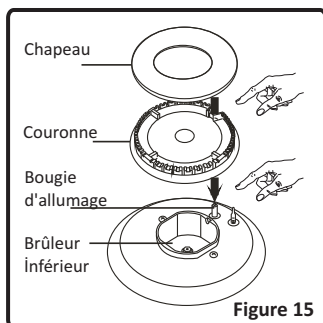

Figure 15
Après l'allumage, procédez à une vérification visuelle des flammes. Si vous voyez une pointe jaune, des flammes suspendues ou instables, fermez le robinet à gaz, et vérifiez si les chapeaux couronnes sont bien positionnés (fig.15). Attention, ces éléments sont très chauds, attendez qu'ils refroidissent pour éviter de vous brûler. Attention à ce qu'aucun liquide ne s'écoule à l'intérieur des brûleurs. Si des flammes s'échappent accidentellement du brûleur, fermez les robinets, aérez la cuisine avec de l'air frais, et attendez minimum 90 secondes avant de rallumer.
- Enlevez les grilles émaillées, les chapeaux de brûleurs et les brûleurs supérieurs (Figure 15).